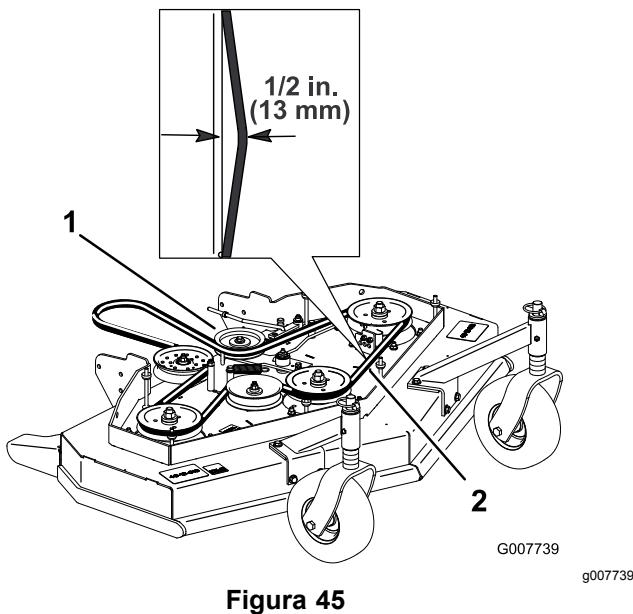

Figura 45
4. Retire a polia intermédia e a correia desgastada (Figura 45).
Nota: A tensão adequada da correia do cortador é de 44 a 67 N com a correia desviada 13 mm numa posição entre as polias (Figura 45).